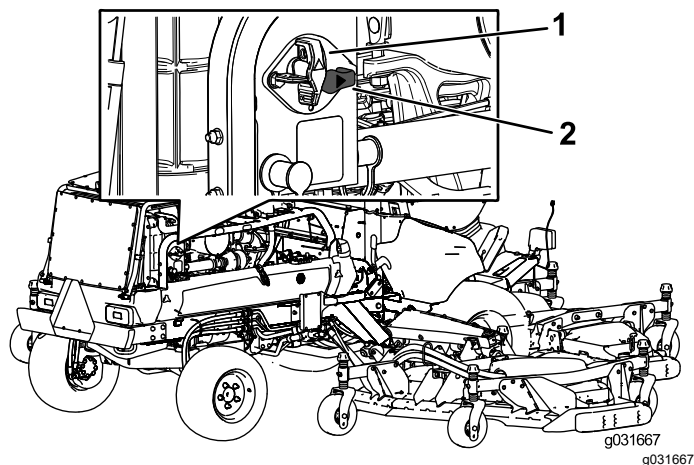

Bild 74
- Drehen Sie den Trennschalter des Akkus nach rechts in die EIN-Stellung, um die Maschine mit Strom zu versorgen (Bild 74).
- Drehen Sie den Trennschalter des Akkus nach links in die AUS-Stellung, um die Stromzufuhr zur Maschine zu unterbrechen (Bild 74).